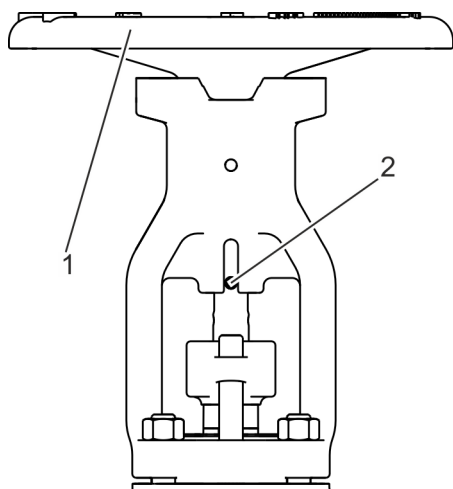

Fig. 40: Fermeture de la vanne
2. ➤ Actionner le volant (Fig. 40/1) dans le sens de la fermeture.
3. ➤ Chasser le dispositif anti-rotation (Fig. 40/2) de la broche au moyen d'un outil d'extraction à chocs.